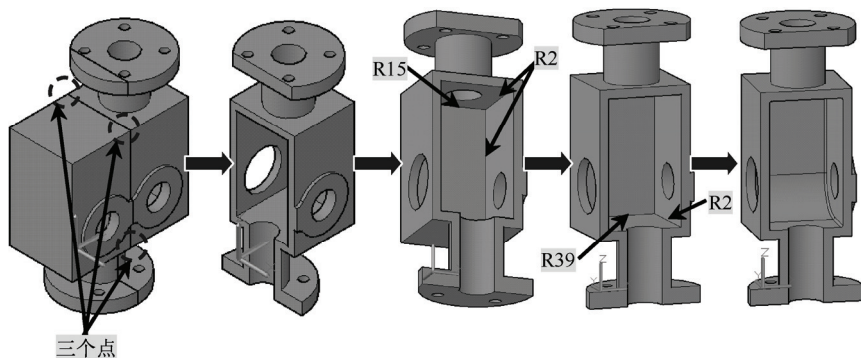

图 14-30 倒圆角
15) 单击“实体”选项卡, 在“实体编辑”面板中单击“剖切”工具按钮, 选择箱体, 确定, 选择“三点(3)”选项, 选择如图所示三个点, 选择“保留两个侧面”选项, 对箱体进行剖切; 新建一个图层“2”, 将一半箱体放到“2”图层, 并关闭“2”图层; 利用“动态观察”, 转换视角; 单击“实体”选项卡, 在“实体编辑”面板中单击“对边加圆角”命令(实体倒角), 按图示尺寸倒圆角, 如图 14-30 所示。